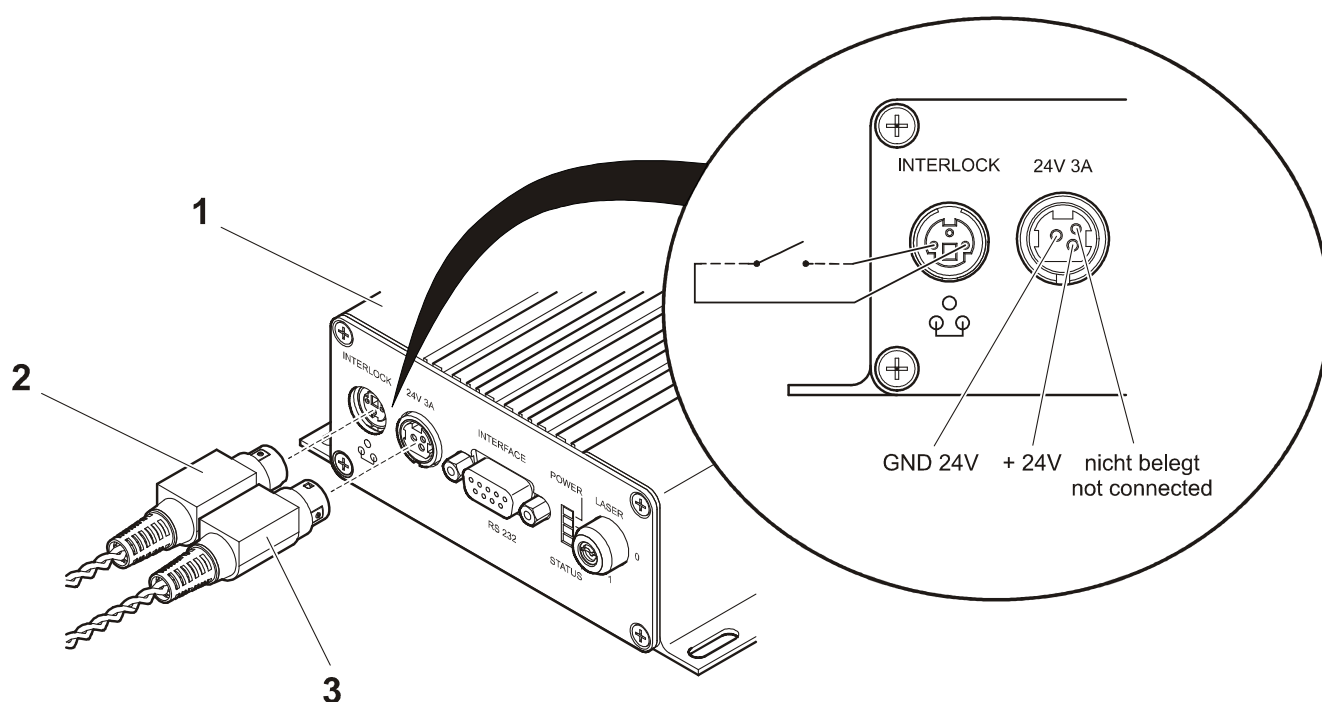

Abb. 9 CKL 2400, Anschlüsse für Stromversorgung und Interlock
- Verbinden Sie die Stromversorgung mittels eines Steckers KPP-3P (KYCON) (Abb. 9/3) mit dem Steuergerät (Abb. 9/1). Beachten Sie dabei die Anschlusswerte aus dem Datenblatt des Steuergerätes. Schließen Sie möglichst jedes Steuergerät an eine separate Stromversorgung an.
- Verbinden Sie die die Sicherheitsschleife (Interlock) mittels eines Steckers KMDLA-3P (KYCON) (Abb. 9/2) mit dem Interlockanschluss des Steuergerätes (wenn vorhanden).